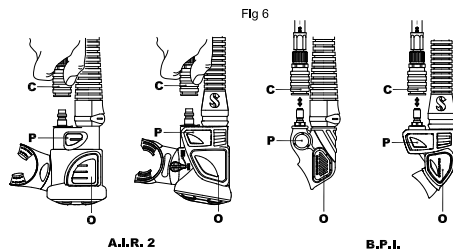

図 6
クイック・ディスコネクト・カブラ付属(図6-C)：
BCへ空気を取り込むためには、パワーインフレーションバルブ・ボタンを押してください。(図6-P)。空気がBCに入るはずですが、PIVボタンを繰り返し押ししたり離したりすることで、小刻みな給気を利用するとさらに給気コントロールがよくなります。
2. オーラルインフレーションバルブボタン(図6-O)を押し、十分排気しながら、息を吐き続けてください。